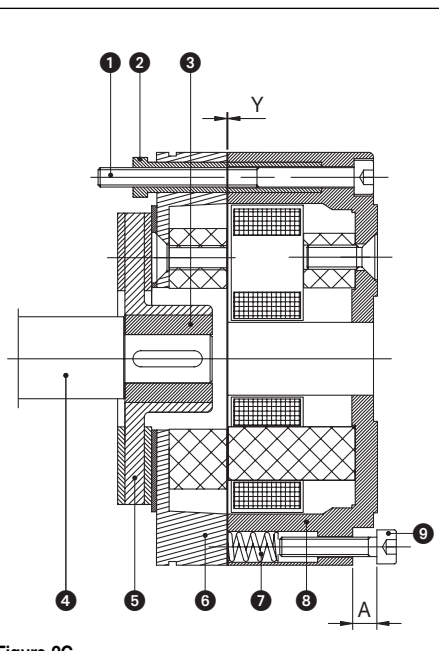

Figure 2C
2.3 Solution de fabrication du frein pour moteurs de taille 63 (Figure 2C)